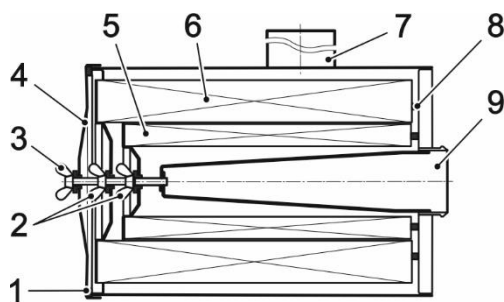

**Рис. 4.4.1 Воздушный фильтр**
3. Отвернуть гайку-барашек 3 (рис. 4.4.1) и снять крышку 4 воздушного фильтра.